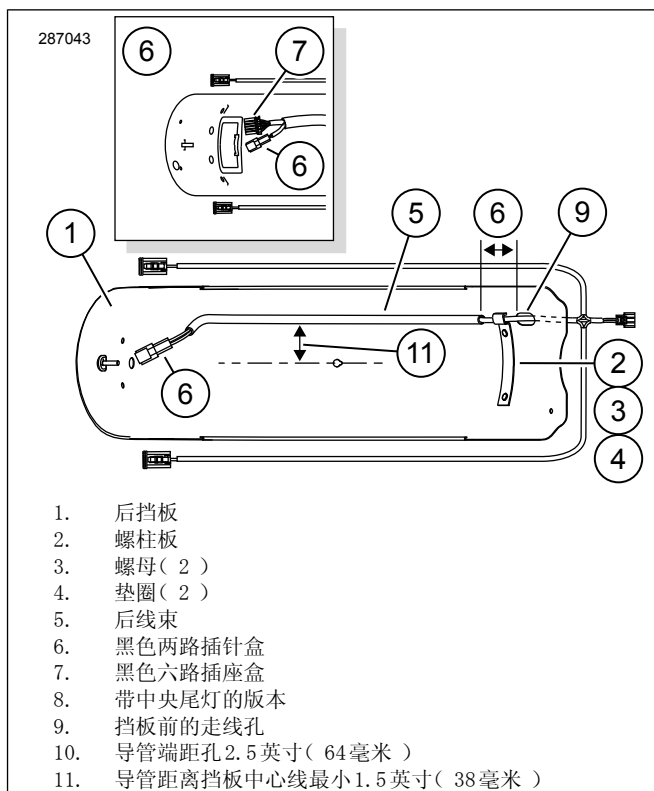

图2。安装后挡板线束
1. 参见图2。如图所示，用50%异丙醇和50%蒸馏水的混合液体沿着线束安装路径清洁挡板(1)的底部。待其完全晾干。切勿使用可能损坏漆面的溶剂或腐蚀性强的化学品。